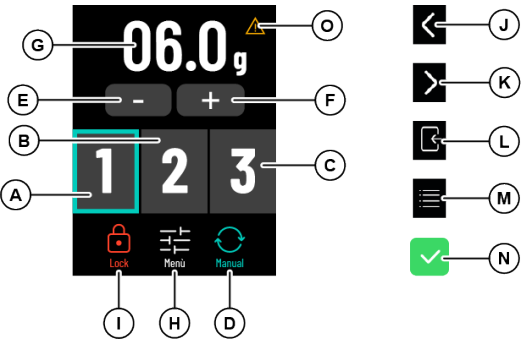

Fig. 5.2 - 主页
有关显示屏说明，请参见 Fig. 5.2。
- 使用相应按钮（A、B、C - 图 5.2）选择待分配剂量。
分配过程中，若设备受到外部干扰（过滤器支架晃动、搅拌叉晃动等），研磨将暂停，克数显示屏（C - 图 5.2）会显示“进行中...”提示。
系统稳定后，可再次进行研磨。按下任意按钮（A、B、C - 图 5.2）可停止研磨过程。
- 使用相关按钮（A、B、C - 图 5.2）选择待分配剂量。
- 如需完全停止分配，长按显示屏上的研磨时间显示区域（C - 图 5.2）片刻。
停止状态下，显示屏上（C - 图 5.2）的研磨时间闪烁。
长按闪烁的研磨时间显示区域（C - 图 5.2）2 秒，可将剂量时间恢复至初始值。
从主页 (Fig. 5.2) 可进入以下功能：
如需减小或增大所选剂量，按下主页上的 + 或 - 按钮 (E、F - 图 5.2)。单次调整幅度为 0.1 秒或 0.1 克。
长按 + 或 - 按钮 (E、F - 图 5.2)，可连续调整剂量时间或克数。